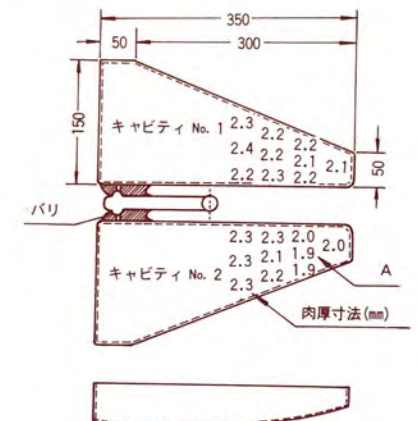

図5 成形品形状及び寸法
今回の問題点……ポリプロピレン (PP) の材料で、図5のような2ヶ取りの成形品を、300トンの機械で成形していますが、ゲート回りにバリが発生します。
そこで成形品の肉厚を測定してみたところ図5のような結果となり、これで解るように図5のA部分が他の肉厚と比較して0.2mmの差がみられます。